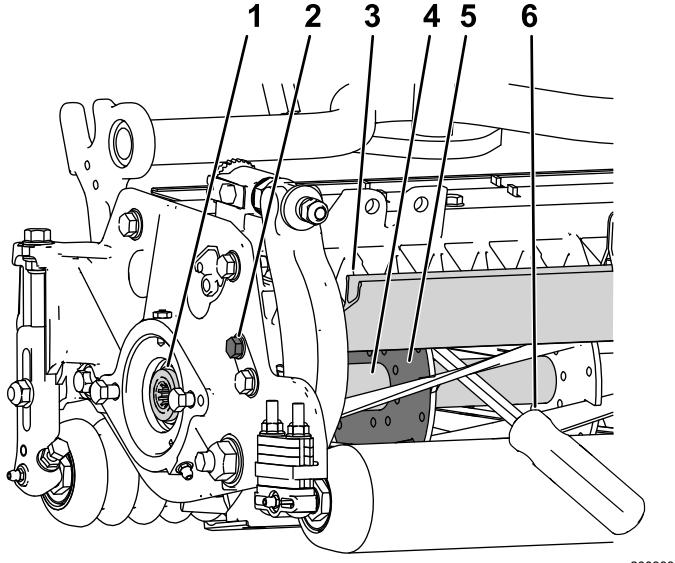

図 31
- カッティングユニット左側のシールドボルトをゆるめて後シールドを上げる図 31。
- 長い柄のバール9 mm x 30 cm 程度のドライバータイプのもの。握りのついているものがよいを用意する。バールは、トルク作業を行う側に近い側で、リールの後ろから差し込むようにする図 31。
- リールサポートプレートの溶接されている側からバールを入れ図 31。